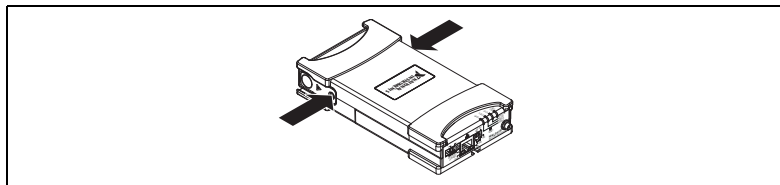

Abbildung 2. Einrasten des Moduls
4. Drücken Sie fest an der Anschlussseite des Moduls, bis das Modul im Träger einrastet (vgl. Abbildung 2).